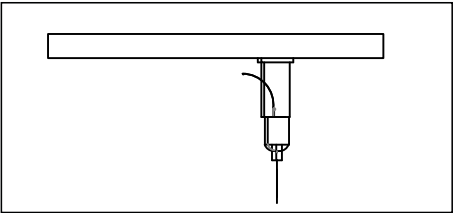

Рис. 2
- 5.11 Закрепите фиксатор троса на монтажном креплении (рис. 2).